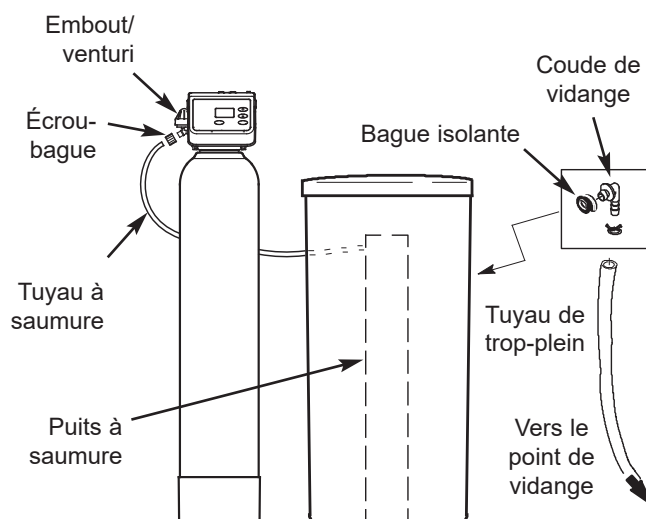

FIG. 10
- Raccordez le tuyau à saumure au pavillon d'aspiration avec l'écrou de bague d'extrémité fourni (cf. Figure 10).